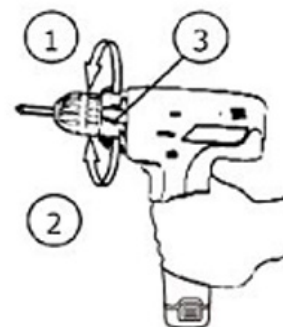

Fig. 6
El taladro atornillador inalámbrico está equipado con un control de par (ver Fig. 6). Este permite ajustar la fuerza de apriete de los tornillos, etc. Para ajustar el par de la herramienta, gire el collarín de par ajustable (3) según sea necesario.